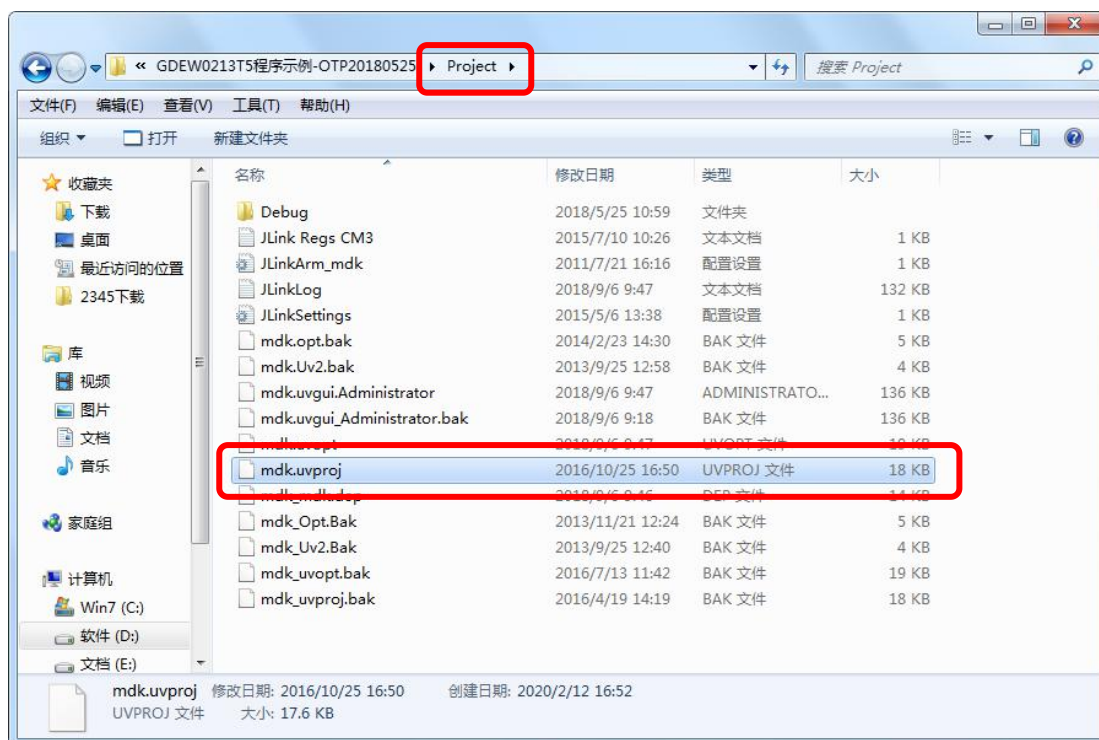

图 12 打开 mdk.uvproj 工程文件
- 2) 用 Keil4 打开图 12 所示驱动程序文件夹 project 中的 mdk.uvproj 工程文件。